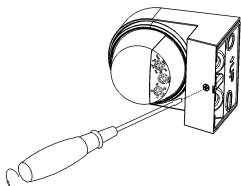
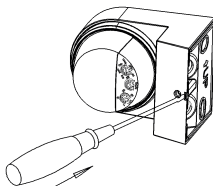

Fig.1
Fig.2
1. Svitare la vite in basso e rimuovere la base posteriore (Fig.1, Fig.2).
1. Unscrew the bottom screw and remove the rear base (Fig. 1, Fig. 2).